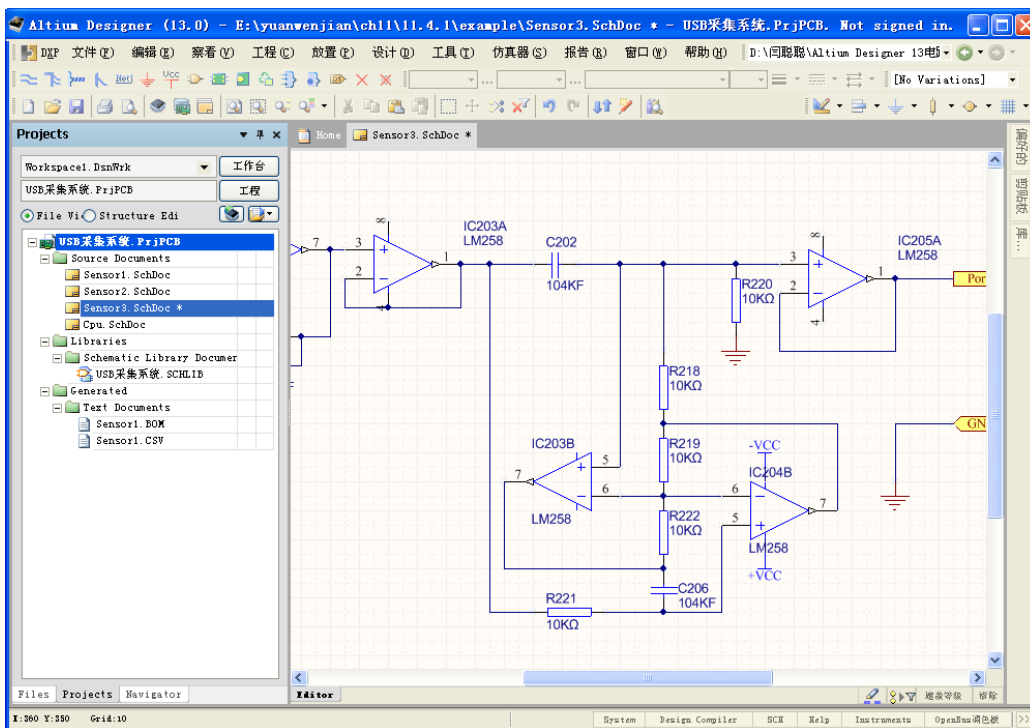

图 11-48 更新前原理图“Sensor3.SchDoc”中的一部分
Step1 打开项目“USB 采集系统.PrjPcb”，并逐一打开 3 个子原理图“Sensor1.SchDoc”、“Sensor2.SchDoc”和“Sensor3.SchDoc”。3 个子原理图中所用到的元件“LM353”，其输出引脚的电气特性当前都处于“Passive（中性）”状态，如图 11-48 所示为更新前原理图“Sensor3.SchDoc”中的一部分。